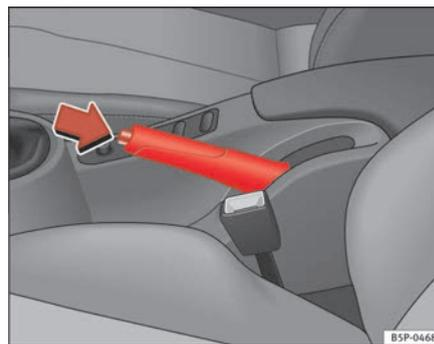

Fig. 147 Frein à main entre les sièges avant
⇒ page 187, fig. 147.
- Soulevez légèrement le levier du frein à main, appuyez sur le bouton de déblocage dans le sens de la flèche ⇒ page 187, fig. 147 et abaissez le levier au maximum ⇒ .